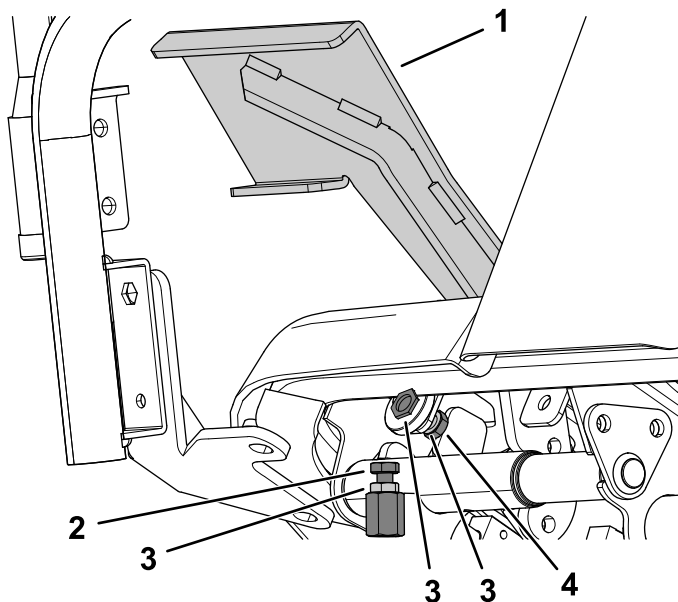

Figure 96
1. Poussez complètement la pédale de déplacement en avant (Figure 96).
- A. Avec une clé, bloquez la butée de marche avant de la pédale de déplacement et desserrez l'écrou de blocage au dos du support (Figure 96).
- B. Amenez la pédale de déplacement à la position voulue (Figure 96).
de déplacement touche la pédale (Figure 96).